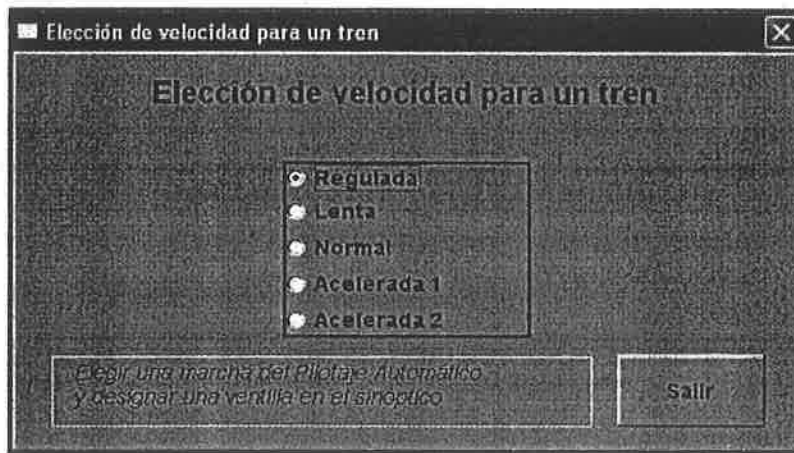

Fig. 9. Ventana " Velocidad "
• Escoger una velocidad (ver Fig 9)